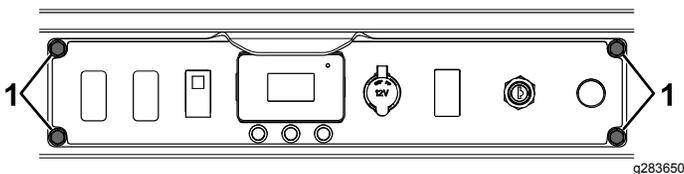

Figura 7
1. Retire los 4 pernos autorroscantes (5/16" x 3/4") que sujetan la placa de la consola a la máquina (Figura 7).
- 11. Sujete la placa de la consola a la máquina usando los 4 pernos autorroscantes que retiró anteriormente (Figura 7).